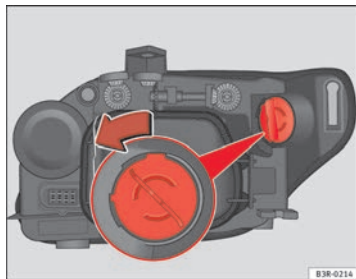

Fig. 217 Luce DRL (luce diurna)
- Ruotare il portalampada in senso antiorario afferrandolo per l'impugnatura ⇒ fig. 217 ed estrarlo insieme alla lampadina.